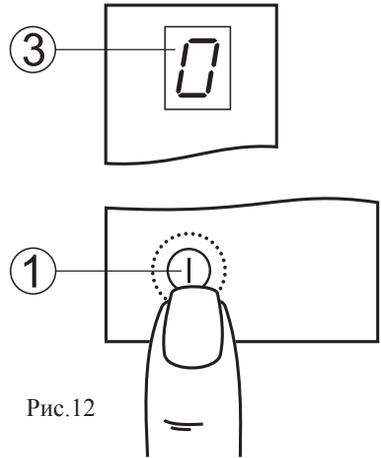

Рис.12
Коснуться зоны со знаком «①». Во всех окнах индикации конфорок загорится «0» (рис. 12).